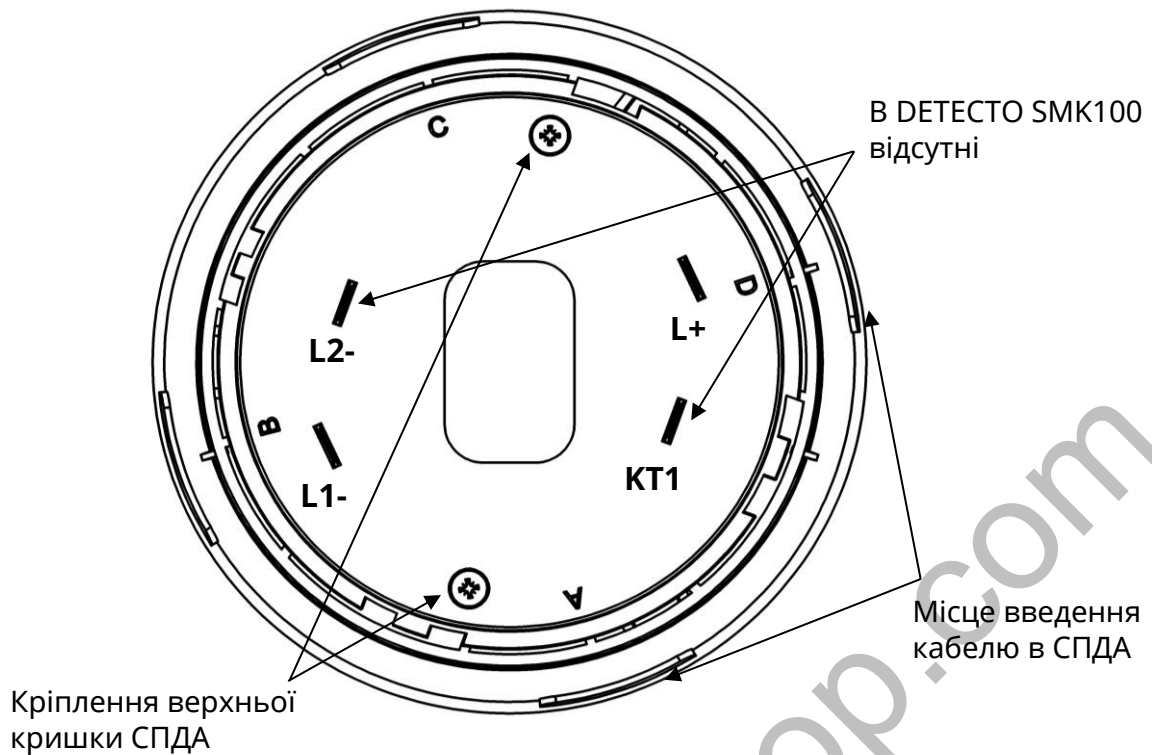

Рисунок 1 – Вигляд СПДА з боку контактів
L2-	Клема підключення мінусового дроту АІ. В СПДА DETECTO SMK100 ця клема відсутня (рис.1)
КТ1	Клема для підключення ВПОС. В СПДА DETECTO SMK100 ця клема відсутня (рис.1)
5.3 Для випадків, коли кабель всередину бази заводять збоку, в самій базі та в кришці СПТА передбачені вікна, потрібні з яких вирізають. Ці вікна промарковані літерами «А», «В», «С», «D» (рис.1, рис.3).
- 2) викрутити 2 шурупи з боку контактів на корпусі сповіщувача (рис.1) і зняти верхню кришку;